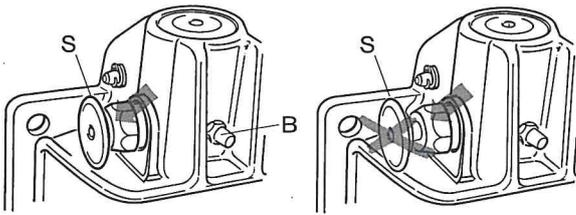

Abb. 2
- Der Sicherungsgriff (S) muß nach dem Einkuppeln ganz an seiner Sicherungshülse anliegen (s. Abb. 2). Steht der Sicherungsgriff hervor, ist nicht richtig eingekuppelt, es besteht **Unfallgefahr!** In diesem Zustand darf nicht mit dem Anhänger gefahren werden!
- Abschmieren über den Schmiernippel (B) am Kupplungskopf (s. Abb. 2) mit Renolit MP, Viskosität 2